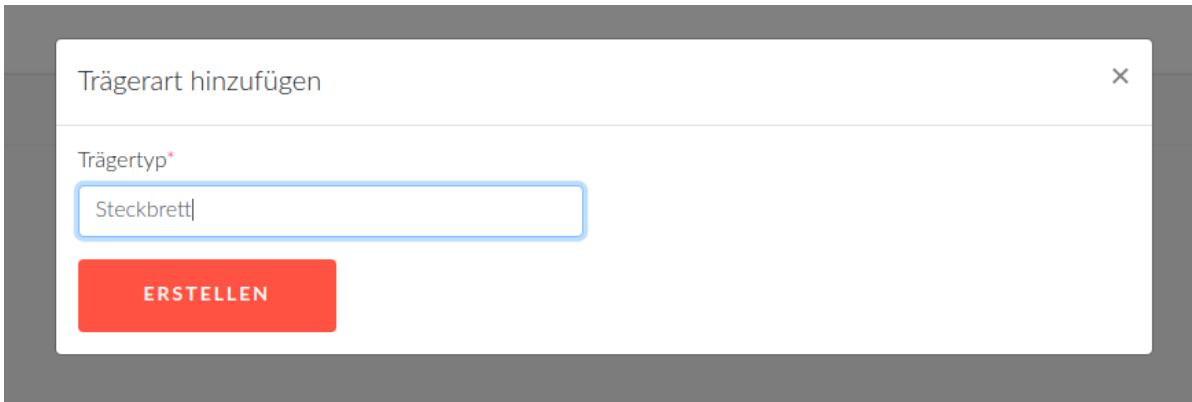

Abbildung 87: Trägertyp hinzufügen
Nun klicken Sie im oberen Bereich auf die Schaltfläche *Trägertyp hinzufügen*. Es öffnet sich ein neuer Dialog, der einen Namen für den neuen Trägertyp erwartet (vgl. Abbildung 87).
- Durch einen Klick auf *Bearbeiten* öffnet sich das Fenster, das sich bereits beim Anlegen eines Trägertyps geöffnet hat (vgl. Abbildung 87). Die Daten des gewählten Trägertyps sind bereits in die entsprechenden Felder eingetragen und können nun bearbeitet werden